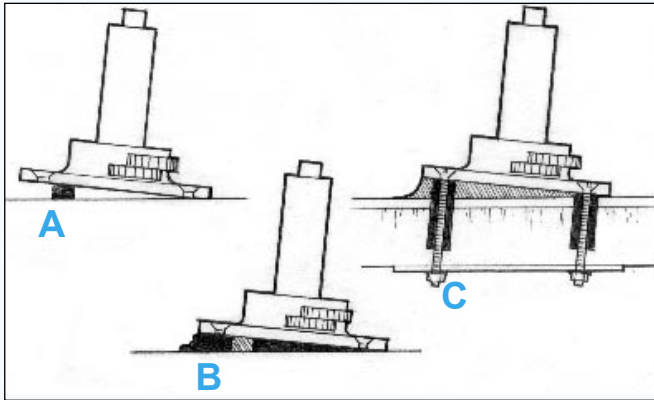

Figura 19 Apoye la base en posición con bloques - aplique suficiente epoxi espesado para rellenar el hueco.
2. Encole pequeños bloques al sustrato para apoyar la base a la altura y posición deseadas (p. ej., base de un guinche, Figura 19"A").
4. Coloque el accesorio en su posición, apoyado en los bloques (*Figura 19"B*) e instale las fijaciones.
5. Alise el epoxi sobrante formando un filete con la forma deseada alrededor de la base (*Figura 19"C*). Deje que el epoxi se cure completamente antes de aplicar una carga. Proteja el epoxi expuesto contra los rayos UV. (Ver acabado final, página 29).